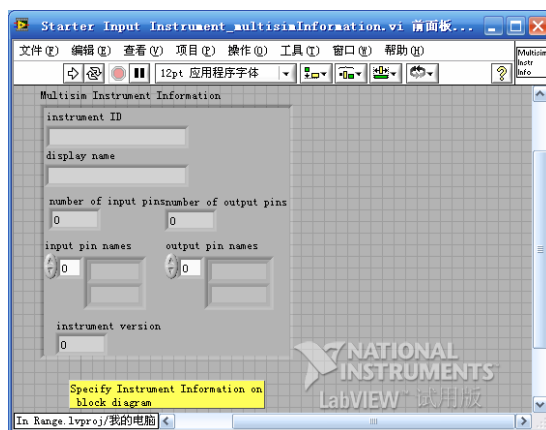
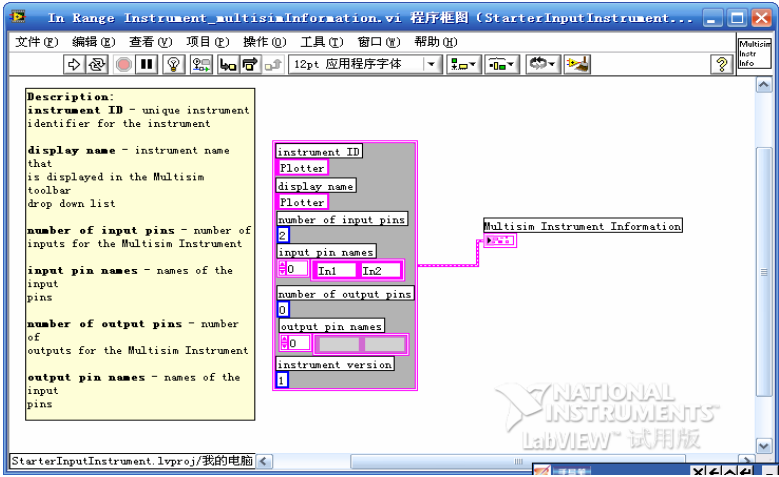

图 6-33 LabVIEW 软件.vi 前面板
图 6-36 设置之前程序框图
8) 重复同样的方法, 重新命名 Starter Input Instrument_multisimInformation.vi 为 In Range Instrument_multisimInformation.vi, 即双击树结构项目浏览器中的“我的电脑”→“SubVIs”→“Starter Input Instrument_multisimInformation.vi”选项, 就会在 LabVIEW 软件中打开如图 6-33 所示 .vi 前面板。
1) 在 LabVIEW 项目浏览器中，打开 In Range Instrument_multisimInformation.vi，即双击树结构项目浏览器中的“我的电脑”→“SubVIs”→“In Range Instrument_multisimInformation.vi”选项，打开如图 6-33 所示的 LabVIEW 软件.vi 前面板。
2) 在如图 6-33 所示的 LabVIEW 软件.vi 前面板操作界面上，按〈Ctrl+E〉组合键，或单击“窗口”→“显示程序框图”命令，系统弹出如图 6-36 所示程序框图。